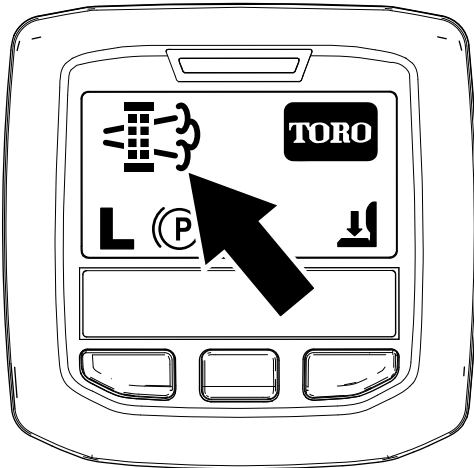

Figure 42
- Quand le calculateur moteur préconise une régénération en stationnement ou une régénération d'urgence, l'icône de requête de régénération (Figure 42) s'affiche sur l'InfoCenter.